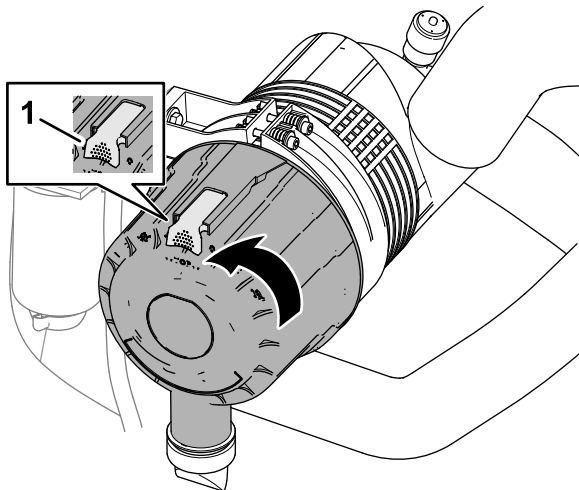

Figura 74
4. Tire hacia fuera del enganche y gire la tapa del limpiador de aire en sentido antihorario (Figura 74).